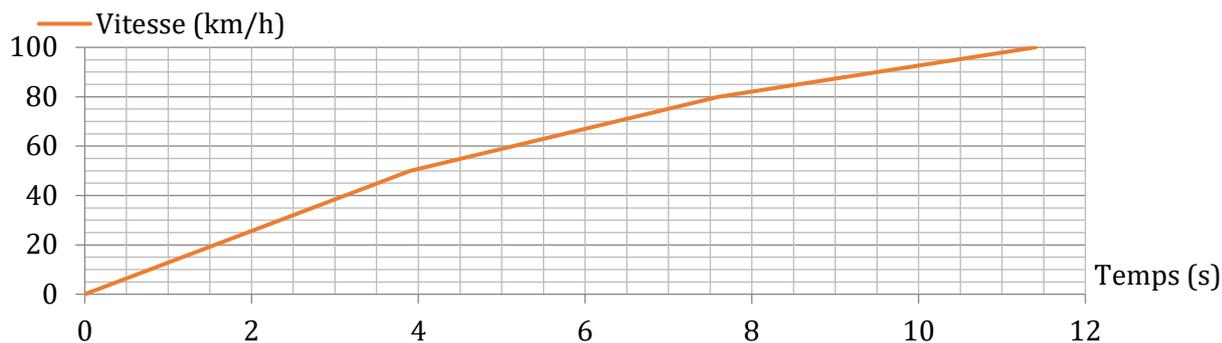

Figure 3
8. Pour la courbe d'évolution de la vitesse de la Renault ZOE donnée en figure 3, lors d'un mouvement rectiligne uniformément varié de 0 à 4 s, la valeur de l'accélération est égale à :
12. Pour la mise en situation de la figure 3, le théorème de la résultante dynamique en projection sur \vec{z}_1 a pour expression :